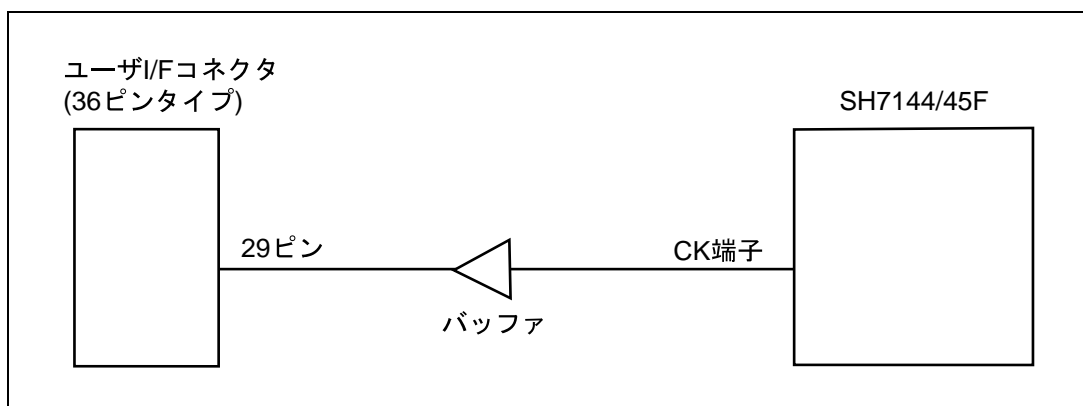

図 6.4 ユーザインタフェースコネクタ（36 ピンタイプ）と SH7144/45F 間の回路例
- (2) ユーザシステム側の/RES 信号は、SH7144F では 84 ピン、SH7145F では 108 ピンに入力しますが、この信号をユーザシステム側より出力として Hitachi-UDI ポートコネクタに接続してください。
- (3) CK 端子は E10A エミュレータが使用します。ここで CK 端子をインタフェース直結にした場合、インタフェースケーブルの負荷容量及び、反射により動作に影響を及ぼす可能性があります。したがって、E10A エミュレータを使用する場合、ユーザインタフェースコネクタ（36 ピンタイプ）と SH7144/45F 間の CK 端子は、図 6.4 に示すようにバッファ（例：74LVC125 等）を介して接続することを推奨します。なおバッファの電圧は Vcc としてください。